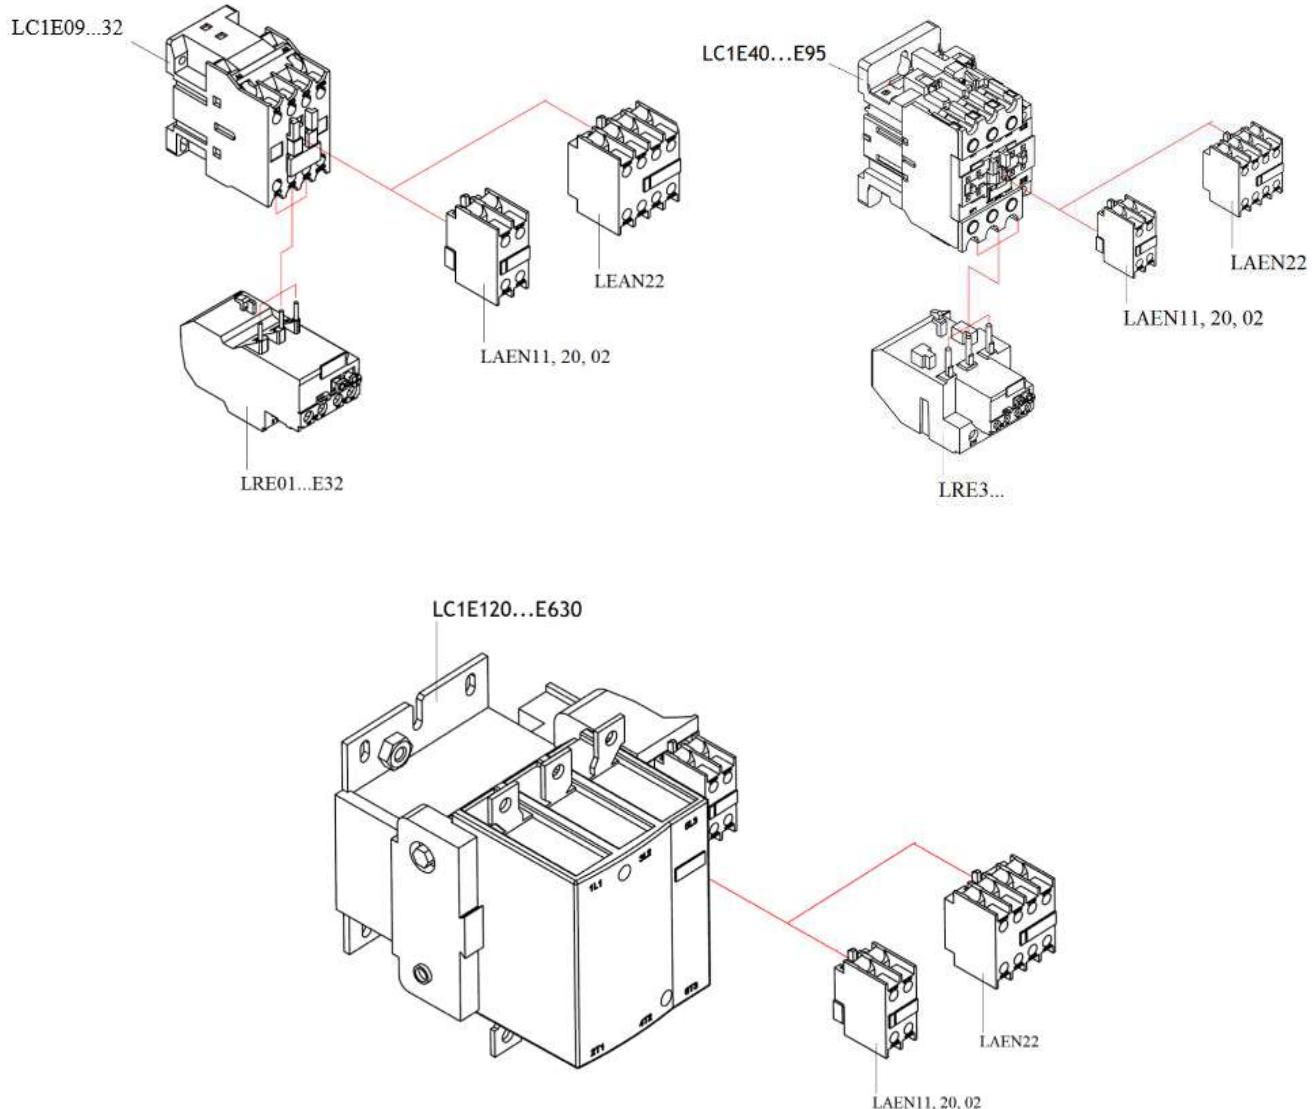

Рисунок 13. Подключение приставок LAEN и реле LRE
- приставок контактных серий LAEN, для увеличения вспомогательных контактов (рисунок 13);